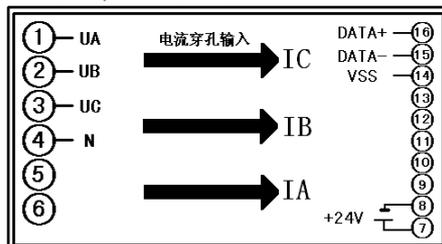

图 3.3.4 三相四制 S5 型 RS-485 接口接线参考图
3.3.4.4、三相四线制 S5 型产品接线参考图(电流穿孔输入， $\Phi 11\text{mm}$ ，最大 100A)，见图 3.3.4。